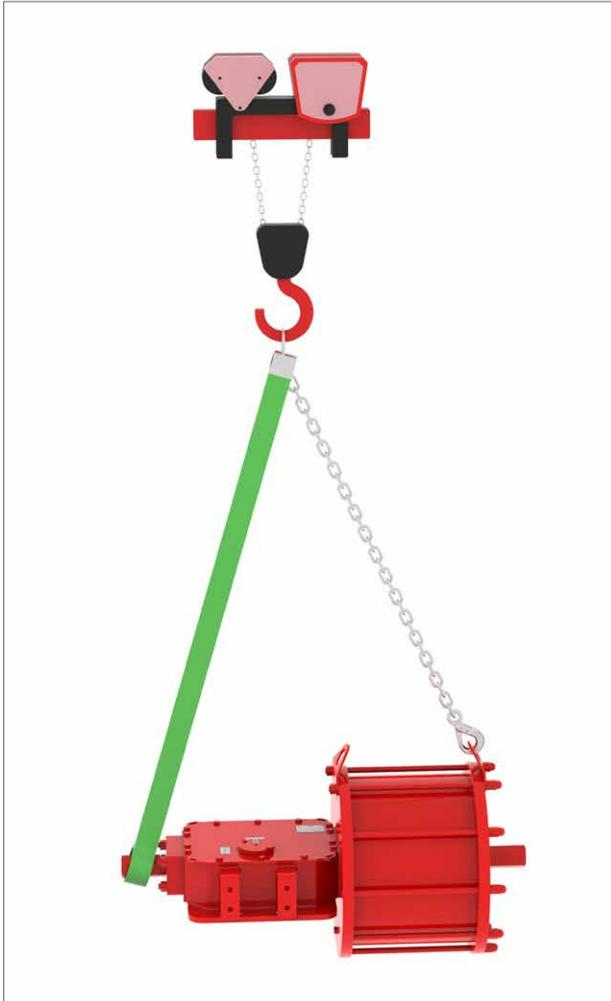

Abb. 7.2 Anheben (doppelt wirkender Stellantrieb bis Größe 130)
- Haken Sie im Fall eines doppelt wirkenden Stellantriebs eine Schlinge der Doppelkette wie in Abb. 7.2 gezeigt in die Hebeöse des Druckluftzylinders und eine Textilschlinge am Verschlussflansch des Mittelkörpers ein.